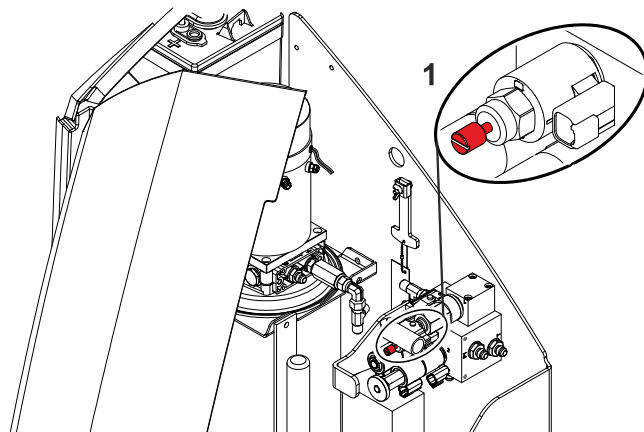

Figura 3-5. Valva de reglare a debitului
- o valvă de reglare a debitului (1) situată pe ansamblul valvelor de reglare principale (Consultați Figura 3-5).